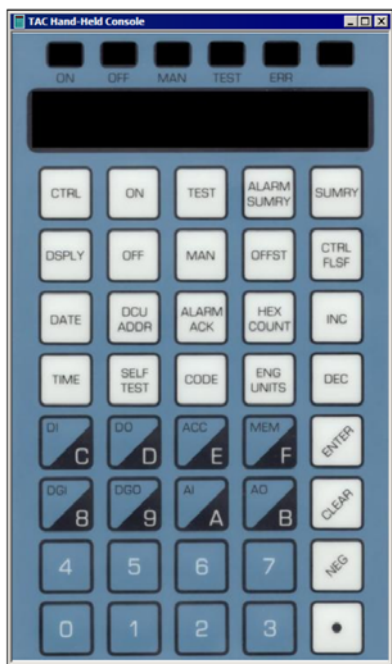

Рис. 8. Эмуляция ручной консоли ННС
1. Запустите эмулятор ННС - файл TACHNS.EXE, расположенный в корневом каталоге I/NET Seven. Откроется окно эмулятора ННС (см. Рис. 8).